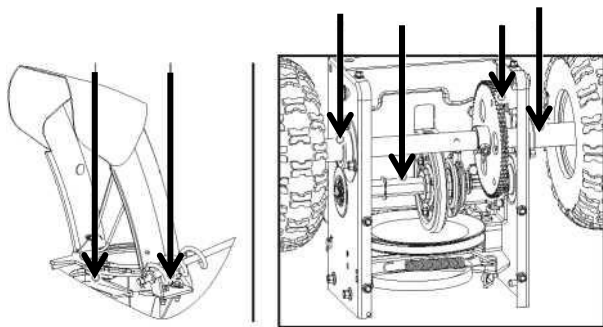

Рис. 2
**Смазка деталей осуществляется консистентной смазкой рис.2.**